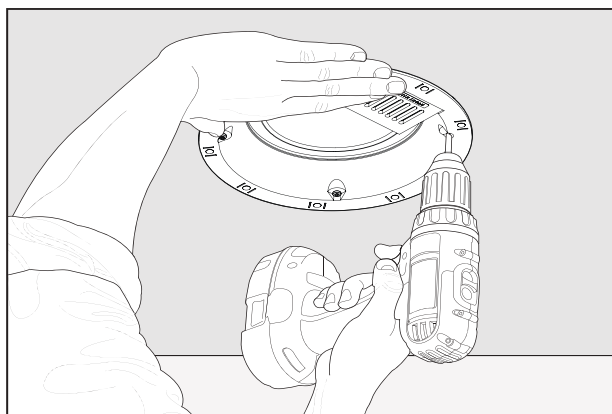

Fig. 5d
10. 片手でアセンブリーを支え、電動ドリルとトルクスT20ビットで各ネジを締め付けます。抵抗を感じたら締め付けをやめます(Figs. 5d & 6d)。